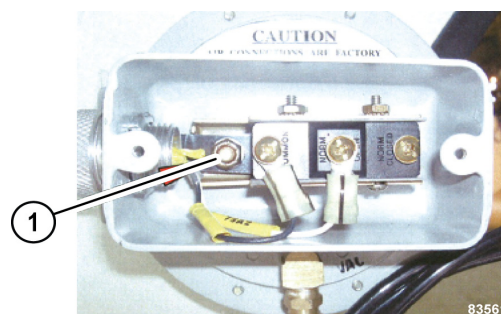

FIGURA 5-3. INTERRUPTOR DE PRESIÓN DEL SOPLADOR
- c. Use una llave de dado de 3/8 para girar la tuerca de ajuste (1, Figura 5-3) para aumentar (a la derecha) o disminuir (a la izquierda) las rpm en que el soplador se activa.